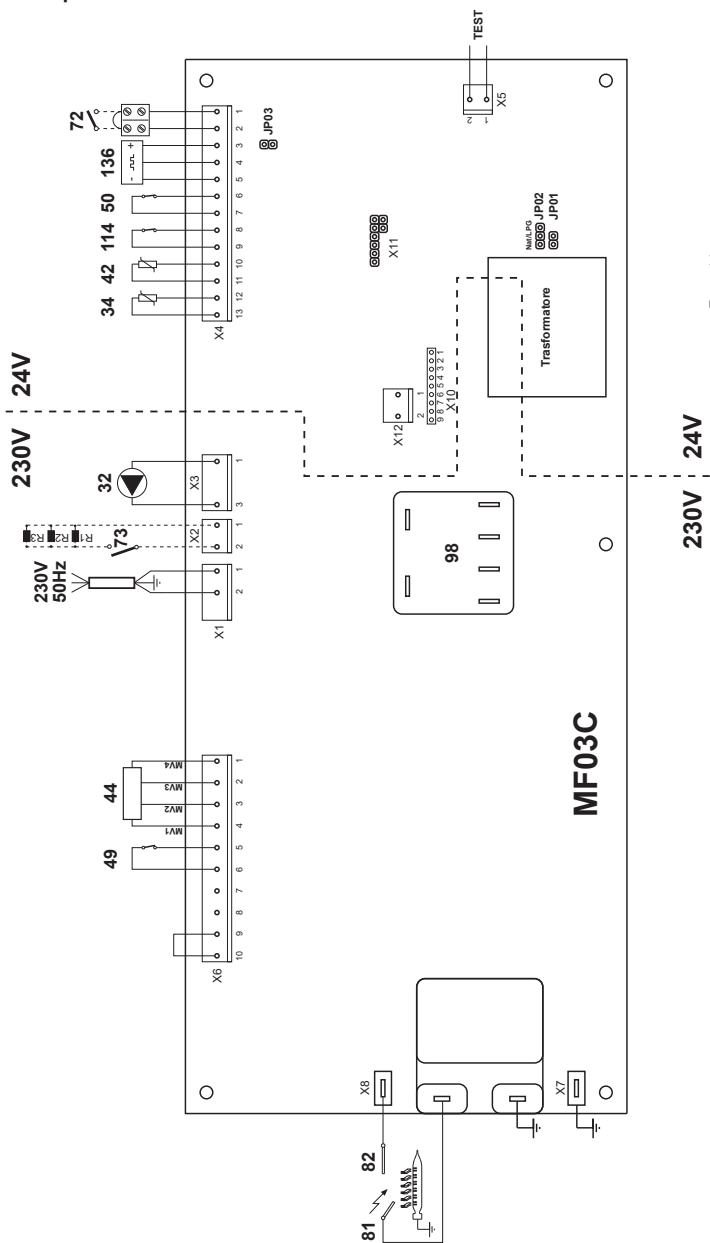

Рис. 11
На котле можно регулировать тепловую производительность топки и, следовательно, тепловую мощность, передаваемую воде системы отопления. Это делается исключительно путем регулировки основной горелки через электронную плату (рис. 11). На графиках (рис. 3-4) показано изменение передаваемой воде тепловой мощности в зависимости от изменения рабочего давления горелки. Возможность приведения мощности котла в соответствие с реальными потребностями отопления означает, прежде всего, снижение потерь и экономию топлива. Кроме того, при регулировки мощности, регламентированной также стандартом, котлы сохраняют значения КПД и характеристики сгорания почти без изменений.
Котел подключается к однофазной электросети 230 В - 50 Гц с установкой между котлом и сетью плавких предохранителей в 3А максимум и двухполюсного выключателя с зазором между контактами как минимум в 3 мм. Обязательно подключить котел к эффективной заземляющей кстановке. Под электрической коробкой имеется трехполюсный клеммник для подключения котла к сети (230 В - 50 Гц) и двухполюсный клеммник для подключения, при необходимости, термостата помещения. Для выполнения подключения отвинтить винт, крепящий отделение с клеммниками, и подсоединить провода, соблюдая положение клемм. Напоминаем, что между контактами термостата помещения имеется низкое напряжения (24 В). Электрические подключения должны выполняться по схеме приведенный на рис. 11.
Подключить термостат (72) как показано на рис. 11.